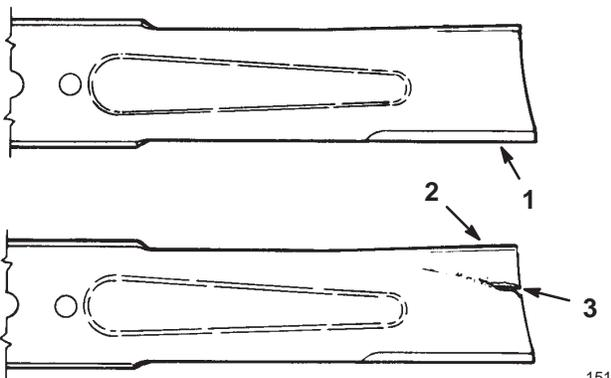

Figure 34
2. Inspectez les tranchants des lames (Fig. 34). Si elles ne sont pas tranchantes ou si elles présentent des indentations, déposez et aiguisiez les lames (voir Aiguisage des lames, page 33).
3. Inspectez les lames, surtout la partie incurvée (Fig. 34). Remplacez immédiatement toute lame endommagée, usée ou qui présente une entaille (Fig. 34).